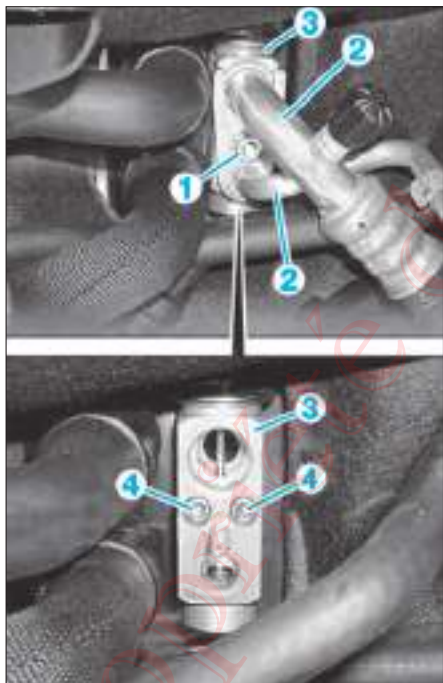

FIG. 15
- Déposer la vis (1) (Fig.15).